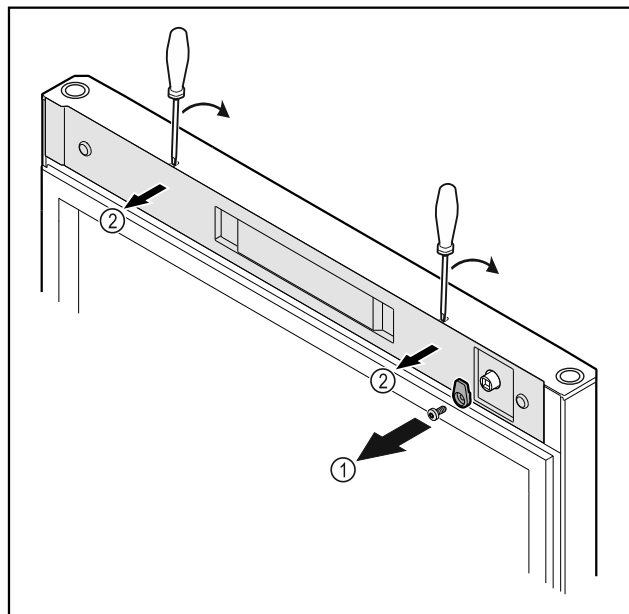

Fig. 53
- Ξεβιδώστε το άγκιστρο κλεισίματος Fig. 53 (1).
- Ξεκουμπώστε το κάλυμμα Fig. 53 (2) με ένα μικρό κατσαβίδι και αφαιρέστε το.